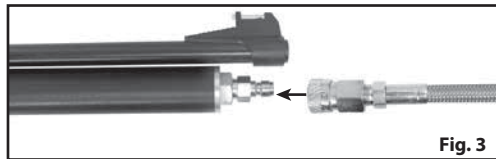

Fig. 3
6. Conecte el accesorio de desconexión rápida de la manguera de la bomba de mano a la boquilla de llenado (Fig. 3).
6. Conecte el accesorio de desconexión rápida de la manguera del adaptador a la boquilla de llenado (Fig. 3).